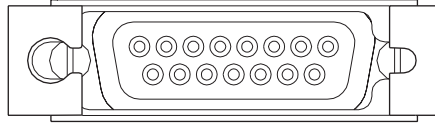

图 4-8. 以太网端口 (12x 型)
- 5 如果有以太网端口，则重新装上卡子。请参阅第4-7页的图4-8。